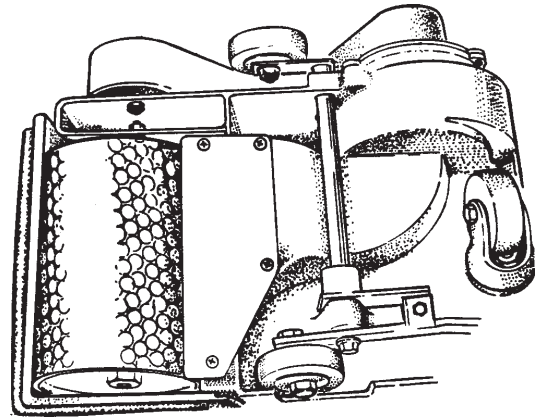

Figure 10
5. Alignez le patin avec le tambour et serrez les vis (voir la figure 10).